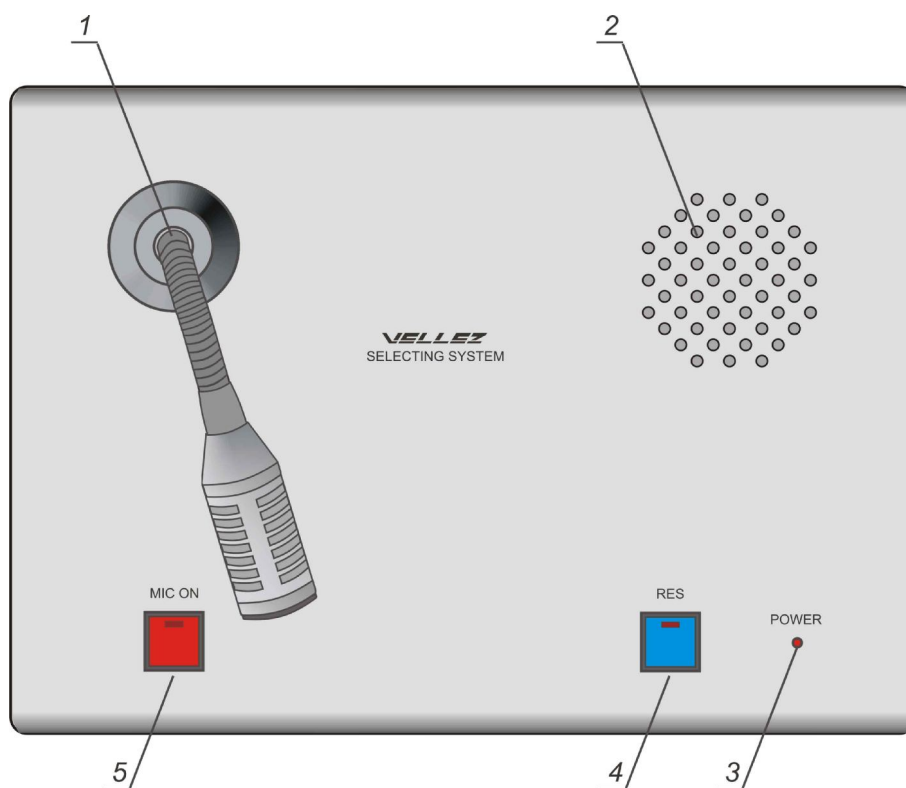

Рисунок 1
9.1 Розміщення органів управління і індикації на передній панелі пульта диспетчера наведено на рис. 1